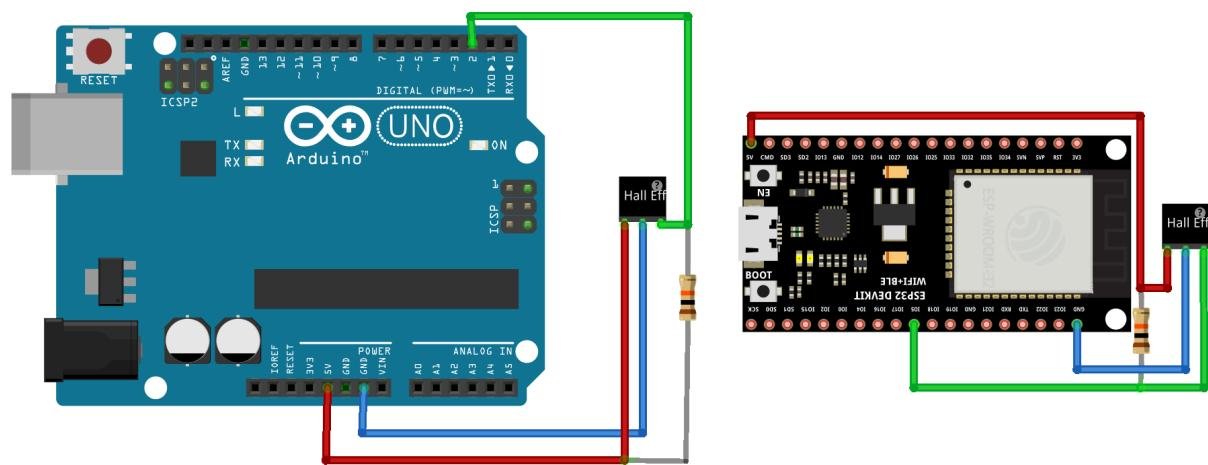

Figura 4: Conexión simplificada del sensor de efecto Hall A3144 con Arduino o ESP32.
- Conecta el sensor A3144 al Arduino o ESP32 según la solución CAN elegida (Autónomo o Integrado), siguiendo el esquemático de la figura 4.